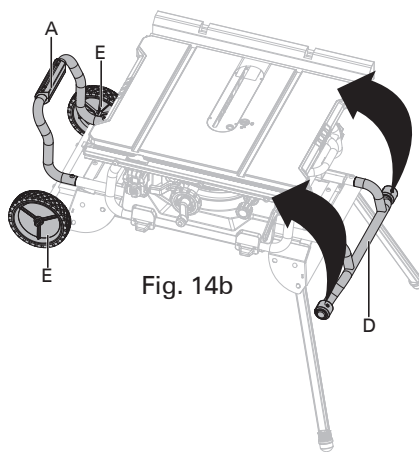
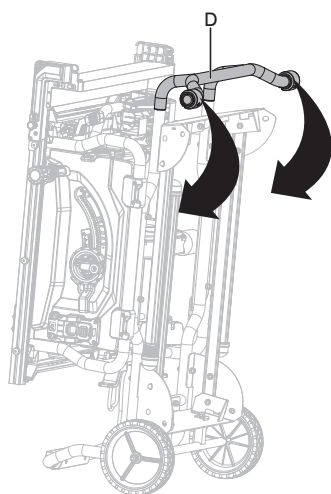
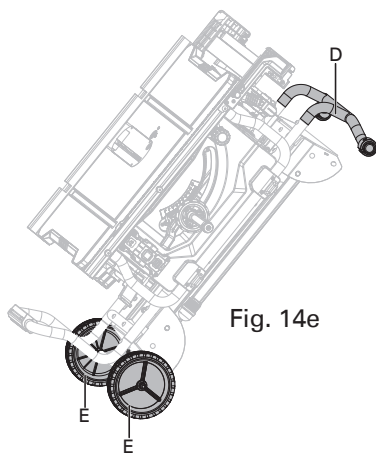

Fig. 14b
Fig. 14d
Fig. 14e
- Saisir l'ensemble de soutien du socle (A) et le soulever jusqu'à ce que deux autres pieds d'appui (B) (situés sur le côté de la roue) se détachent du sol, puis déplier deux pieds d'appui (B). Pour ce faire, pousser les goupilles de sécurité (C) jusqu'à ce qu'elles libèrent les pieds d'appui (B) des trous, puis balancer les pieds d'appui (B) vers le haut jusqu'à ce qu'ils s'enclenchent avec les goupilles de sécurité (C) engagées dans les trous.
- Saisir la poignée (D) et incliner la scie en arrière sur les roues jusqu'à ce que le socle soit en équilibre sur les roues (E) et l'ensemble de soutien du socle (A). (Fig. 14b-14c)
- Replier les deux autres pieds d'appui (F). Pour ce faire, pousser les goupilles de sécurité (G) jusqu'à ce qu'elles libèrent les pieds d'appui (F) des trous, puis balancer les pieds d'appui vers le bas jusqu'à ce qu'ils s'enclenchent avec les goupilles de sécurité (G) engagées dans les trous.
- Saisir fermement la poignée (D) et incliner la scie vers soi, pousser la scie sur l'emplacement souhaité (Fig. 14e) puis ouvrir le socle ou ranger la scie (Fig. 14d & 14f) dans un endroit sec.